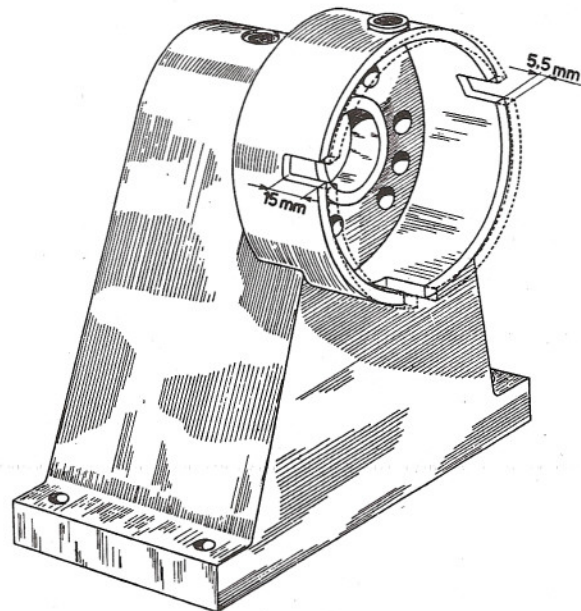

Fig. 11/D - Modifica supporto statore
**AVVERTENZA** - Per poter montare il volano della Vespa 150 (prefisso VBA) sui banchi prova pre-modifica, già in possesso degli Agenti, è necessario apportare al supporto dello statore le modifiche illustrate in fig. 11/D.